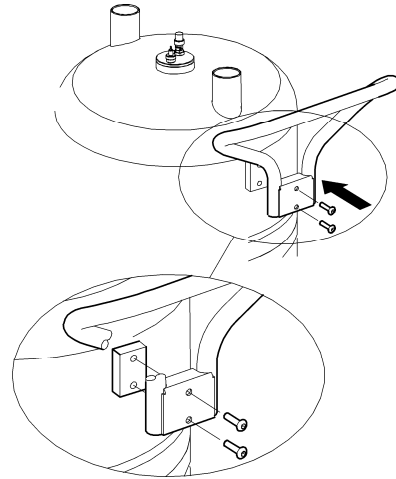

Fig 1
(GB) Fasten the handle with the enclosed screws Fig.1.
(SE) Montera handtaget med hjälp av skruvarna. Fig.1.
(FR) Monter le guidon et le visser. Fig 1